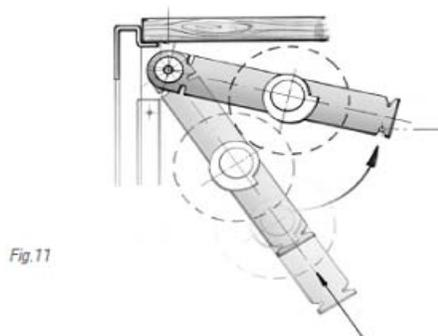

Fig.11
2. Placer le tambour sur les gougeons de positionnement avec l'axe du rouleau de guidage à l'avant du cabinet. Vissez ensuite le support dans les trous pré percés de chaque coté tel que montré à la Fig. 11